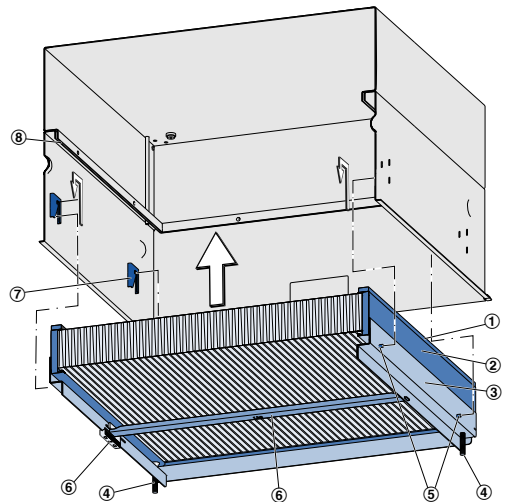

Abb. 6: Filter einsetzen
1. ▶ Anpressvorrichtung (Abb. 6/3) aus dem Schwebstofffiltergehäuse herausnehmen.
2. ▶ Filter (Abb. 6/2) mit der Dichtung (Abb. 6/1) nach oben in die Anpressvorrichtung legen.
3. ▶ Anpressvorrichtung mit Filter in das Gehäuse einsetzen, so dass die vier Auflagen (Abb. 6/5) auf den Konsolen (Abb. 6/7) einrasten.
4. ▶ Die vier Spannschrauben (Abb. 6/4) mit Innensechskantschlüssel SW4 gleichmäßig eindrehen, um das Filter an die Filteraufnahme (Abb. 6/8) anzupressen, max. Drehmoment 2 Nm.